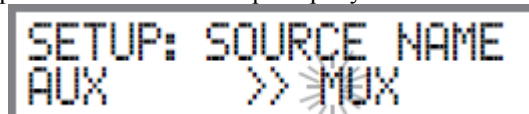

Рисунок 10
3. Поворачивайте регулятор VOLUME до тех пор, пока не будет отображен знак "M". Смотрите рисунок 10.